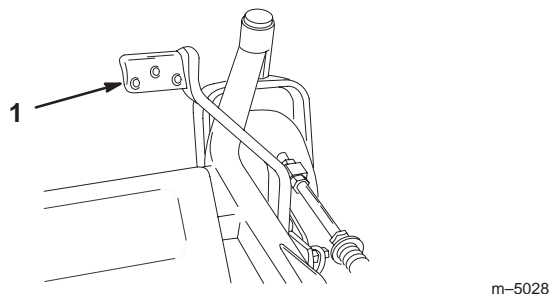

Figure 21
2. Appuyez sur la commande tout en tirant sur le levier de sélection de hauteur de coupe (Fig. 21).